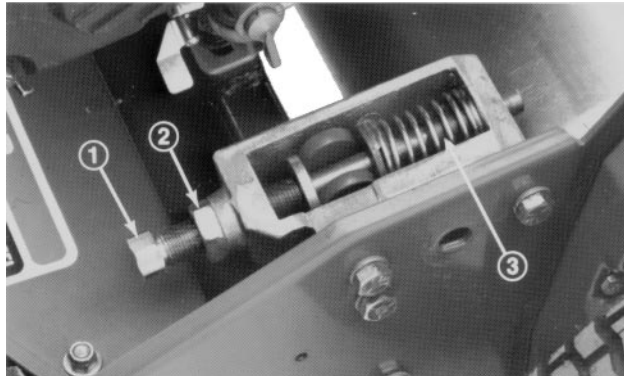
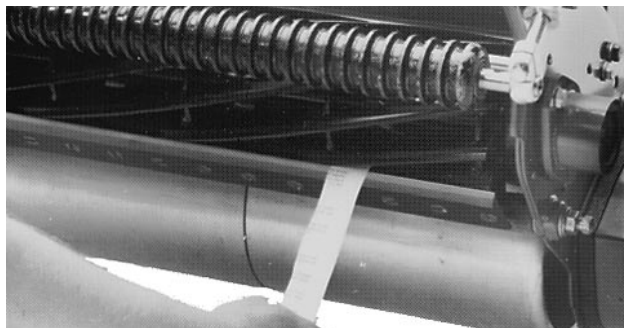

Bild 4
Bild 5
7. Die vier Rollenlagerschrauben sowie die Schraube lockern, mit der die Mitläuferscheibe abgesichert ist. Die rechte Seite der Rollengruppe soweit anheben oder absenken, bis sich der Abstand auf weniger als 0,25 mm reduziert. Die Rollenlagerschrauben festziehen. Die Riemenspannung einstellen und die Befestigungsschraube der Mitläuferscheibe festziehen (Bild 4).
1. Die Maschine auf einer flachen, ebenen Fläche aufstellen. Sicherstellen, daß kein Kontakt zwischen Untermesser und Spindelmesser entsteht, indem die Klemmuttern auf den Untermessereinstellschrauben gelockert und die Einstellschrauben im Gegenuhrzeigersinn gedreht werden (Bild 4).
3. An einer Seite der Spindel einen langen Streifen Zeitungspapier von vorne zwischen Spindel und Untermesser einführen (Bild 5). Während die Spindel langsam vorwärts gedreht wird, die Unteressereinstellschrauben (an der gleichen Spindel-seite) um jeweils eine Flachstelle drehen, bis das Papier leicht gekniffen wird, wenn es von vorne, parallel zum Untermesser, eingeführt wird, was zu geringem Widerstand führt, wenn am Papier gezogen wird (Bild 4).
5. Nach der Einstellung kontrollieren, ob die Spindel das Papier kneifen kann, wenn es von vorne eingeführt wird und das Papier schneidet, wenn es im rechten Winkel zum Untermesser eingeführt wird (Bild 5). Die Möglichkeit muß bestehen, Papier mit minimalem Kontakt zwischen Untermesser und den Spindelmessern zu schneiden. Wenn zu hoher Spindelwiderstand spürbar ist, muß die Mähspindel entweder geschärft oder geschliffen werden, um die für den Präzisionsschnitt erforderlichen Schärfe der Schnittkanten zu realisieren (siehe Toro Handbuch zum Schärfen und Schleifen).
WARNUNG: Beim Entfernen der Unteresserleiste mit Vorsicht vorgehen, da die Federn der Einstellschrauben (Bild 4) gespannt sind und plötzlich abspringen können.